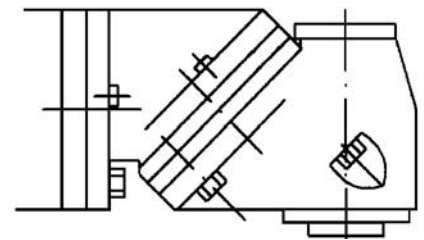

Fig. 4-8 Broche en position verticale
- Fig. 4-8 : L'angle de la tête de fraisage à l'avant est réglé à 180° , la broche est en position verticale.